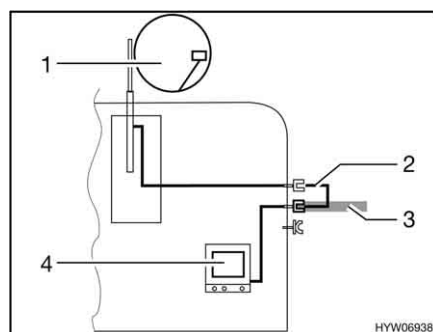

Bild 191 TV im Fahrzeug
- TV im Fahrzeug (Bild 191,4): Anschluss an Dachantenne (Bild 191,1) mit Verbindungskabel (Bild 191,2)
- TV im Fahrzeug (Bild 191,4): Anschluss an externe Antenne (Bild 191,3)